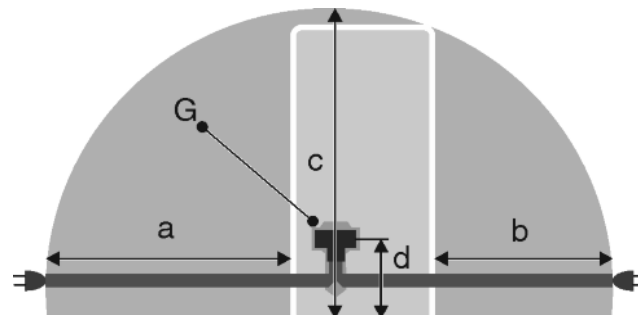

Fig. 28
- Gniazdo znajduje się poza tylną częścią urządzenia w podanym obszarze Fig. 28 (a, b, c).
- ▶ Wtyczkę urządzenia Fig. 28 (G) podłączyć z tyłu urządzenia. Zwrócić uwagę na prawidłowe zażebienie.